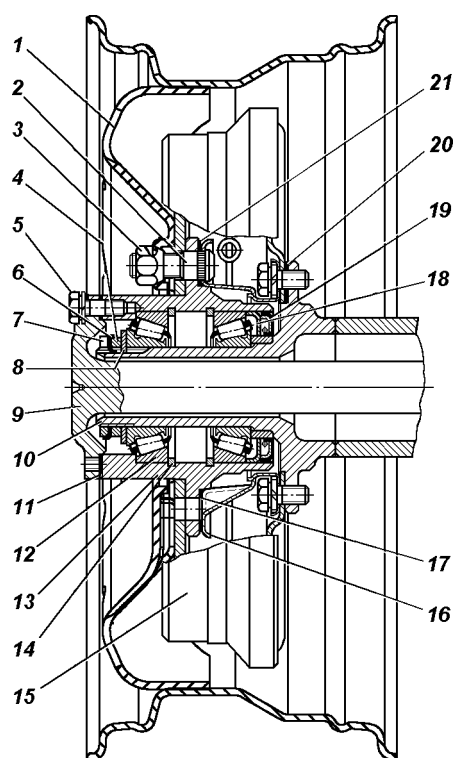

Рис. 11.1. Ступица заднего колеса:
Ступицы задних и передних колес (рис. 11.1 и 9.12) одинаковые. К ступице переднего колеса крепятся тормозной диск и муфта отключения колеса, заднего - тормозной барабан и фланец полуоси.
2. Снимите колпак колеса (при комплектации легкосплавными колесами). Демонтируйте полуось 9 (см. рис. 11.1) заднего моста или муфту отключения колес у переднего моста.